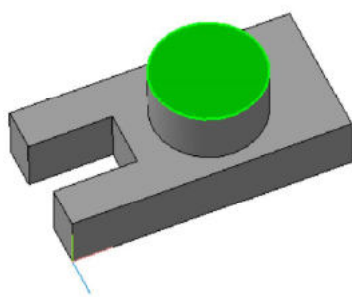

Рис. 14
- щелчком ЛКМ укажите верхнюю грань (зеленая) для последующих построений (рис. 14);